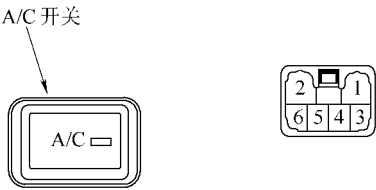

图 19-52 开关和接插件
(1) 检查前 A/C 开关。其开关和接插件如图 19-52 所示。其端子的导通情况见表 19-13。